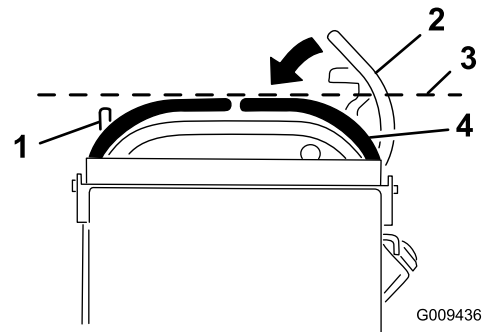

Figura 77
3. Empuje la palanca de control de movimiento de la derecha hacia abajo, sacándola de la posición de bloqueo/punto muerto (Figura 77).
4. Compruebe que la palanca de control de movimiento de la derecha quede alineada en sentido horizontal con la palanca de control de movimiento de la izquierda (Figura 77).